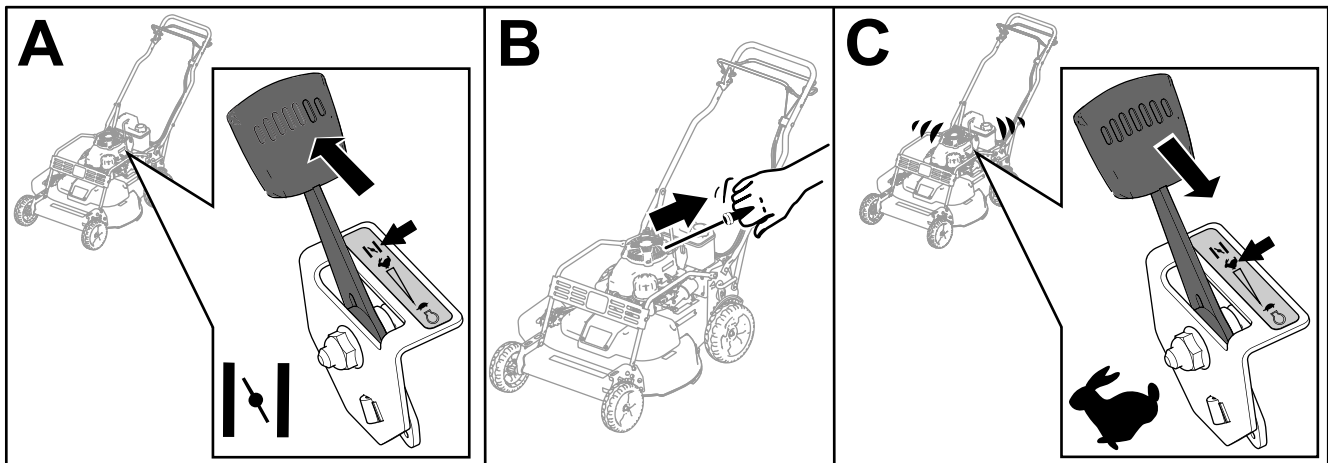

Bild 14
3. Stellen Sie die Gasbedienung auf die CHOKE-Stellung (A in Bild 14).
4. Ziehen Sie leicht am Startergriff, bis Sie einen Widerstand spüren. Ziehen Sie ihn dann kräftig durch (B in Bild 14).
5. Stellen Sie den Gasbedienungshebel auf die SCHNELL-Stellung, wenn der Motor anspringt (C in Bild 14).